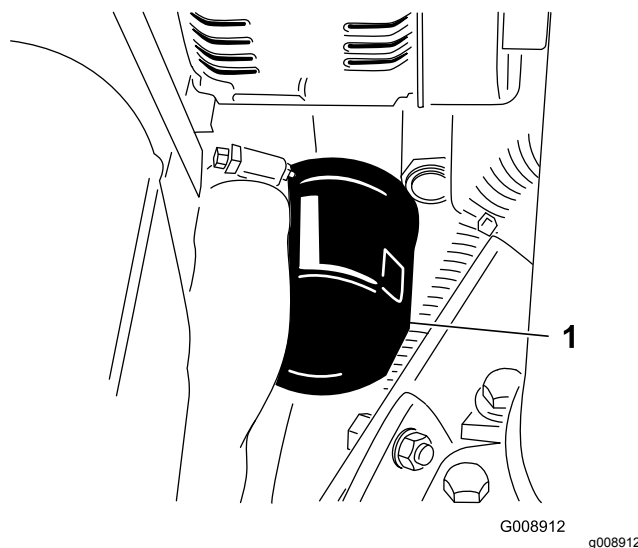

Figura 46
3. Togliete il filtro dell'olio (Figura 46).